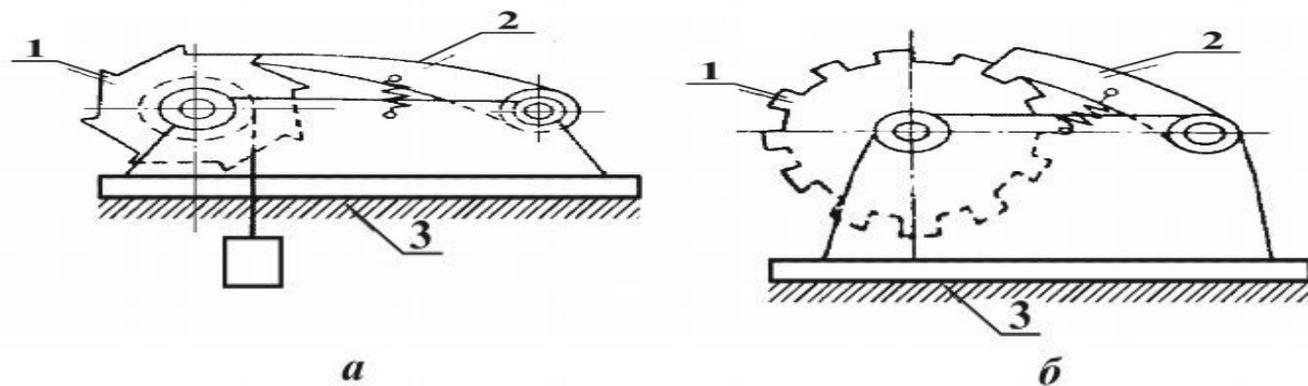

Рис. 5.19
Основой храпового механизма служит храповая пара (рис. 5.19), состоящая из останавливаемого звена 1, которое называется храповиком, и останавливающего звена 2, называемого собачкой, или щеколдой. Замыкая оба звена стойкой 3, получаем храповой механизм.
- 1) механизмы, в которых храповик задерживается собачкой только в одном направлении, а в другом может двигаться и приподнимать собачку (рис. 5.19,а);
К этому классу относятся механизмы, имеющие храповики с симметричными зубьями (рис. 5.19,б). Действие такого храповика соответствует работе двух противоположно действующих храповых механизмов.